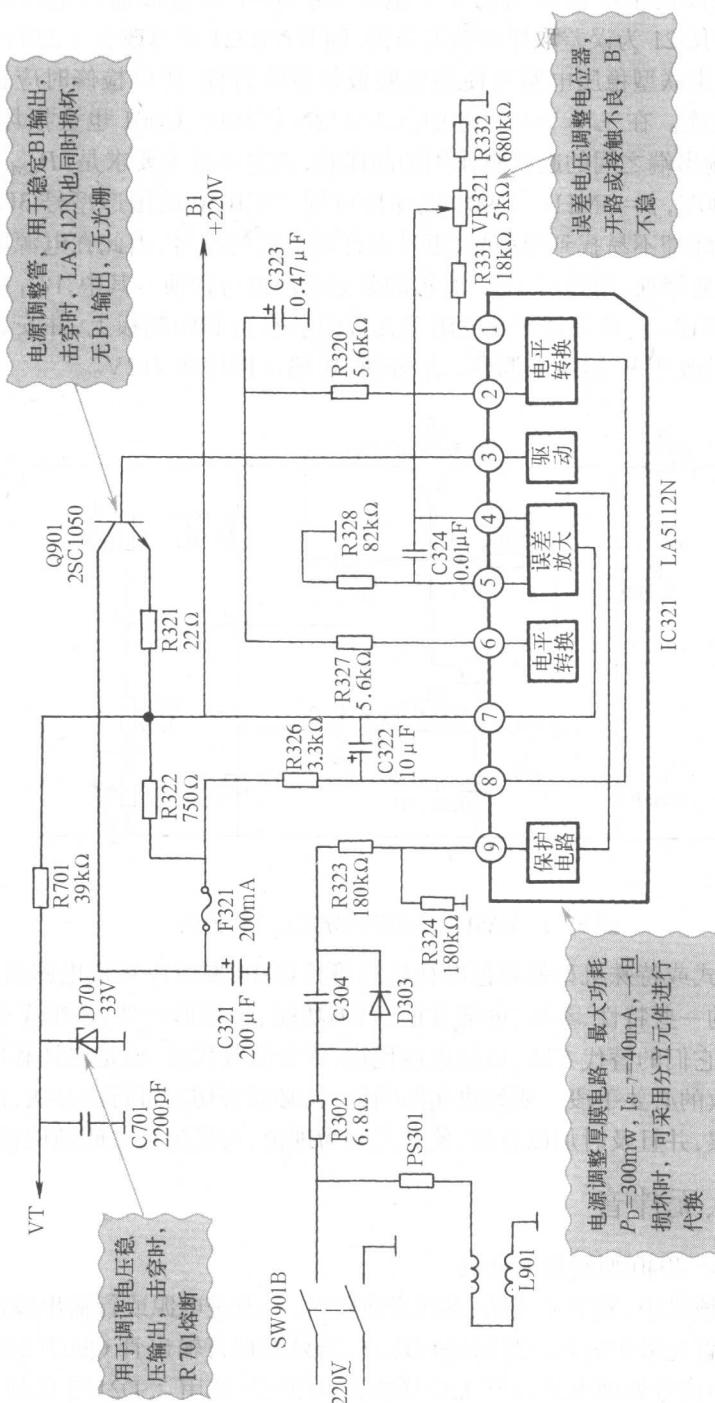

图 1-1 LA5112N 开关稳压电源电路故障检修示意图
检查与分析：在检修经验中，三洋 CTP-3940 型彩色电视机发生无光栅、无伴音的常见原因是开关稳压电源的 LA5112N 厚膜电路击穿损坏所致。在该机中，电源部分是由厚膜调整电路 LA5112N 和 Q901(2SC1050) 调整管等组成的串联型稳压电路，如图 1-1 所示。
在图 1-1 所示的电源电路中，其最大特点是可以进行电源独立检修。因此检修时可断开 B1(+220V)，首先检测 LA5112N 的各脚电压，其正常值如表 1-1 中所示。当检测 LA5112N ⑨脚时，发现无电压，再查 D303、R302 及 R323 发现 R302 限流电阻已开路性损坏，同时又发现 C321 已经呈焦黑状，用 $R \times 1k\Omega$ 档检测，LA5112N ⑨脚对地正反向电阻值均为零，因而判断 LA5112N 击穿损坏。再查 Q901 也呈击穿性损坏。用分立元件代换 LA5112N 后（同时更换所有损坏元件，如 R302、C321、Q901 等），开关稳压电源恢复正常工作。
小结：在图 1-1 中，LA5112N 是一种很不常见的电源调整电路，它的最大特点是能够在电压很低的情况下仍有良好的滤波特性，在较长时间工作状态下具有很好的温度稳定性。它的主要功能有电平转换，误差放大、驱动器和保护电路。通过它对电视机的供电源进行控制。但由此组成的稳压电源使整机底板严重带电，这一点是检修时必须十分注意的。
在图 1-1 中，当接通 SW901B 开关，有 220V 市网电压输入时，D303 首先进行半波整流，获得脉动直流电压，由 R323、R324 分压后加到 LA5112N 的 ⑨脚，进入内部的保护电路。在负载及电源电路正常情况下，保护电路从 LA5112N ⑧脚输出电流，通过 F312(200mA 保险丝) 加到开关管 Q901 的集电极，C321 为滤波电容。与此同时，保护电路又控制驱动器从 LA5112N ③脚输出 200V 启动电压加到 Q901 的基极，Q901 导通，由发射极输出 +220V 直流电压，向负载供电。